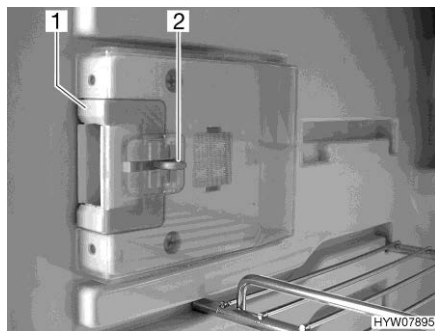
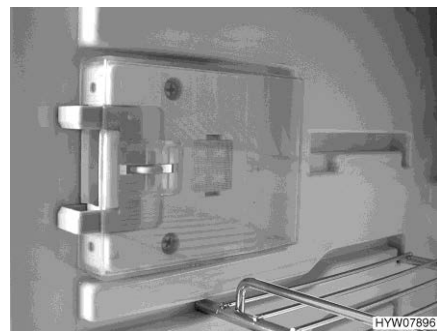

Fig. 260 Dispositivo de cierre (posición normal)
Fig. 261 Dispositivo de cierre (posición de ventilación)
■ Hundir el desbloqueo (Fig. 260,2).
■ Empujar el dispositivo de cierre (Fig. 260,1) hacia delante (Fig. 261).